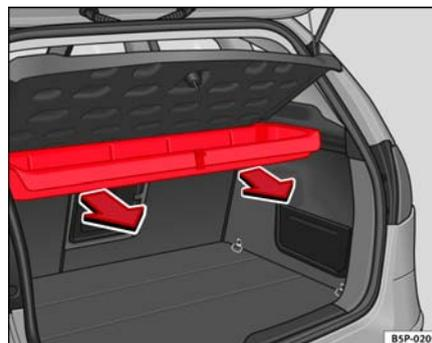

Fig. 121 Desmontaje caja portaobjetos
- Tire hacia afuera hasta desenclavar la caja de los ejes de giro. ⇒ fig. 121